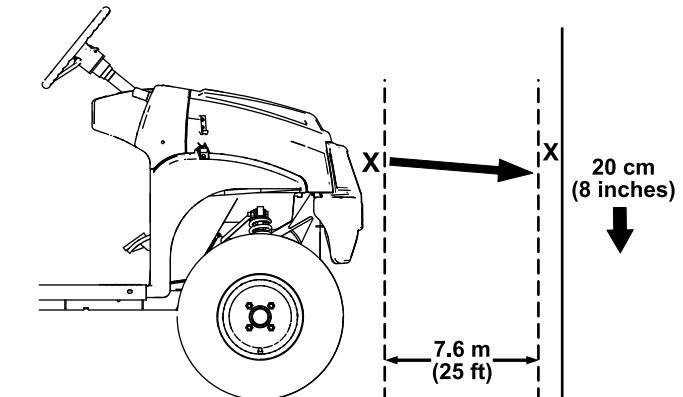

Figure 49
1. Garez la machine sur une surface plane et horizontale avec les phares à environ 7,6 m (25 pi) devant un mur (Figure 49).
La partie la plus brillante du faisceau doit se trouver 20 cm (8 po) en dessous du repère que vous avez fait sur le mur (Figure 49).